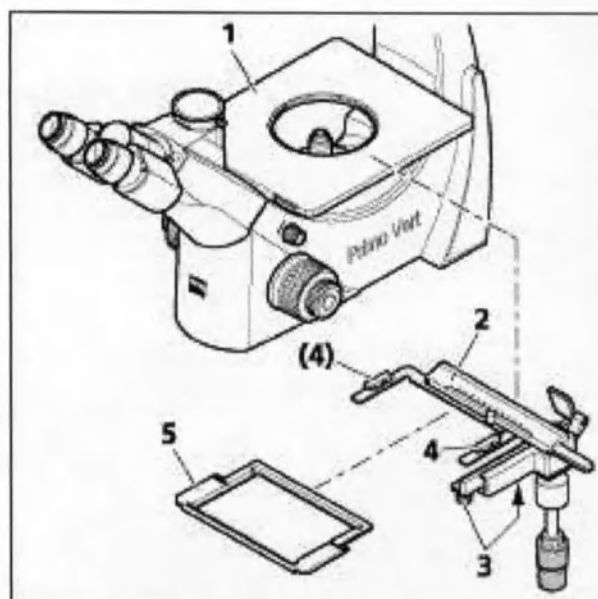

Рис. 8 Монтаж препаратоводителя и установка крепежных рамок
- Установите препаратоводитель (рис. 8/2) снизу с правой стороны предметного стола (рис. 8/1) и закрепите его двумя винтами с накатанной головкой (рис. 8/3) препаратоводителя.
- В зависимости от предусмотренного размера пробы вставьте в препаратоводитель универсальную крепежную рамку М или крепежную рамку для 96 плашек для микротитрования (рис. 8/5). При этом следите за тем, чтобы крепежная рамка правильно фиксировалась обоими зажимами (рис. 8/4).